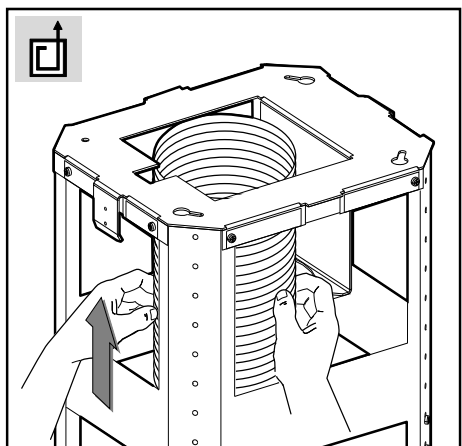

Fig.7
- **Udsugende version:** fastgør det bøjelige rør til den åbning, som er lavet til udledning af luft (fig. 7).